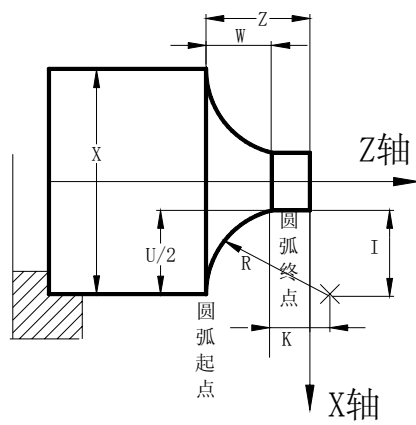
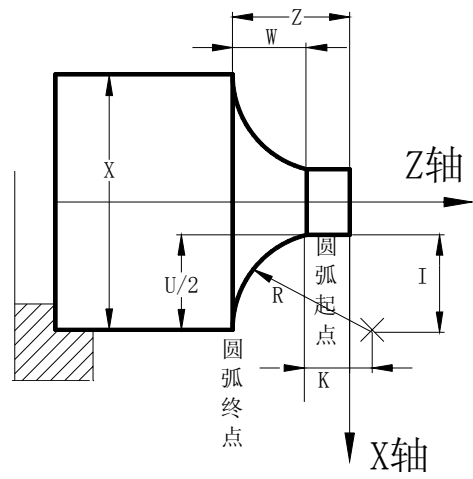

图 2-17 G03 轨迹图
图 2-18 G02 轨迹图
- 圆弧中心用地址I、K指定时，其分别对应于X、Z轴（见图2-17、图2-18）。I、K表示从圆弧起点到圆心的矢量分量，根据方向带有符号；